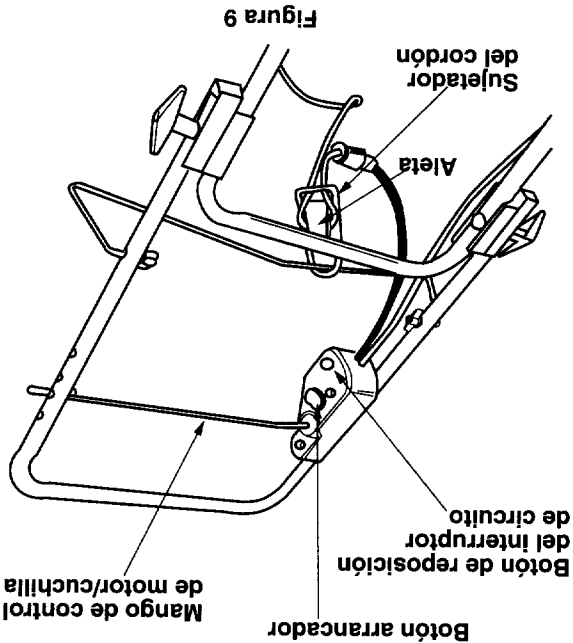

Figura 9
IMPORTANTE: Su cortadora está equipada con un interruptor de circuito, ubicado en la armadura del control de motor/cuchilla. Vea la figura 9. Si se activa el interruptor de circuito, reposicione según las instrucciones de la sección de Mantenimiento.
- Mantenga el sujetador del cordón tan cerca como sea posible del control de cuchilla/motor. Vea la figura 9.